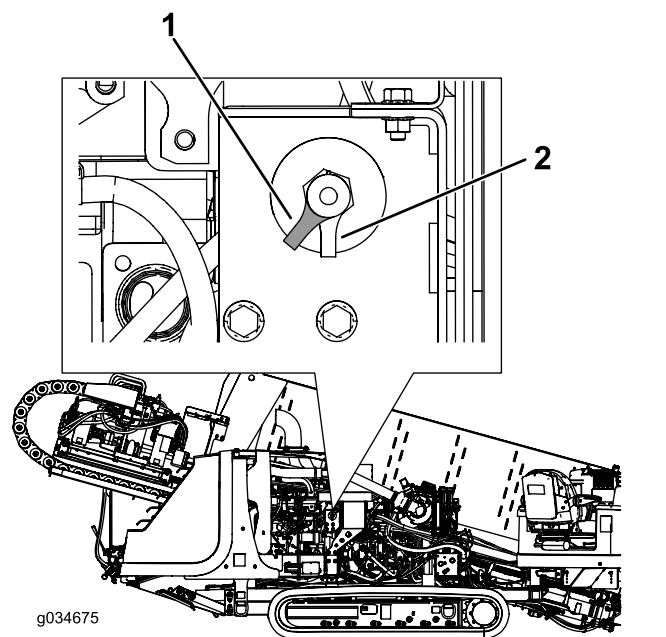

Рисунок 26
- Чтобы подать электропитание на машину, поверните ВЫКЛЮЧАТЕЛЬ МАССЫ АККУМУЛЯТОРА по часовой стрелке в положение ВКЛ (Рисунок 26).
- Чтобы отключить электропитание от машины, поверните ВЫКЛЮЧАТЕЛЬ МАССЫ АККУМУЛЯТОРА против часовой стрелки в положение ВЫКЛ (Рисунок 26).